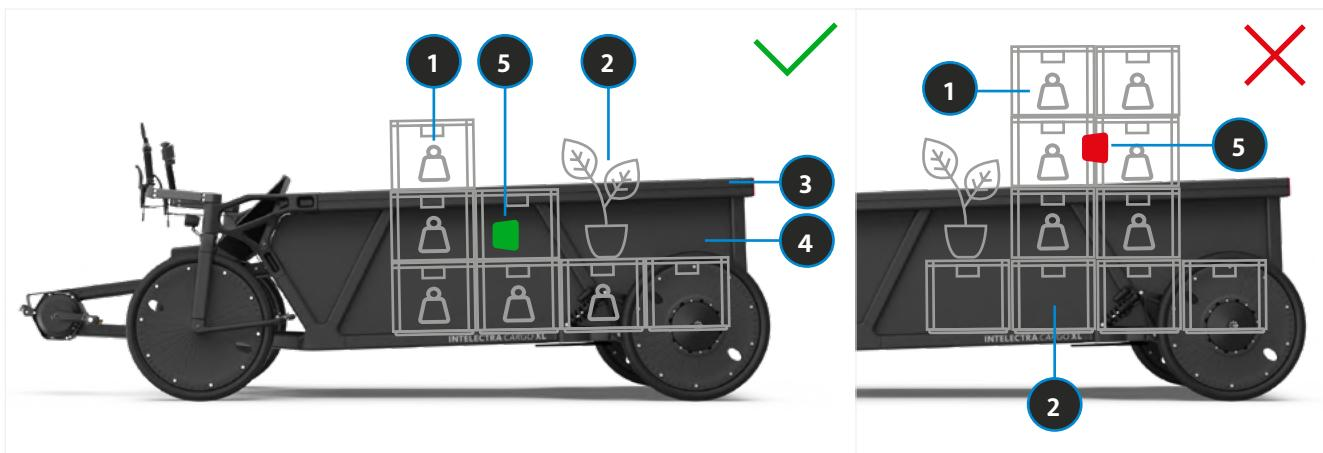

BILD 35 GEWICHTSVERTEILUNG IM LADERAUM
- ▷ Schwere Gegenstände immer im unteren Bereich des Laderaums platzieren. → Kap. „5.13 Beladung“ S. 52 (Bild 35)
- Ladung (Waren und Güter) dem Schwerpunkt entsprechend beladen (siehe Bild 35).